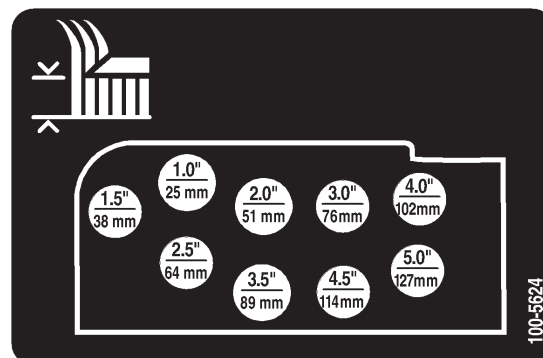

Bild 13
- Montieren Sie die Schnitthöhenketten im gewünschten Schnitthöhenloch (Bild 13) und sichern sie mit dem Splint und dem Lastösenbolzen ab.